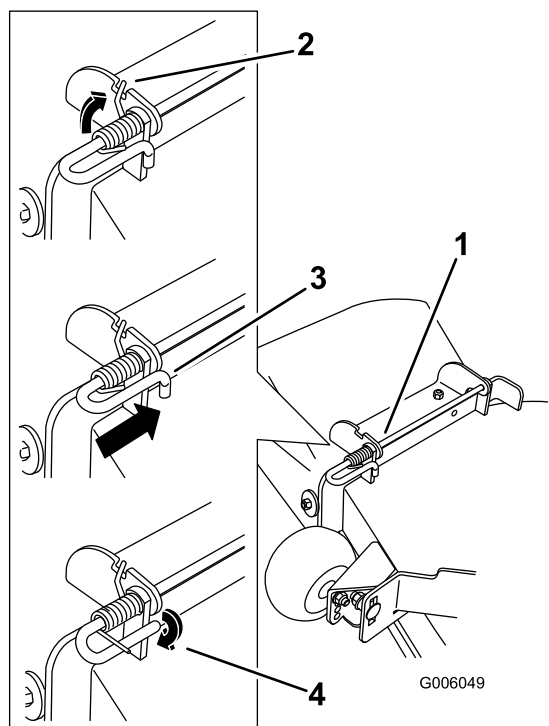

Bild 77
- Heben Sie das lange Ende der Feder an und setzen es in die Kerbe an der Ablenkblechhalterung (Bild 77).
- Befestigen Sie die Stange und Feder, indem Sie diese so drehen, dass das kurze Ende der Stange hinter die vordere Halterung passt, die an das Mähwerk geschweißt ist (Bild 77).